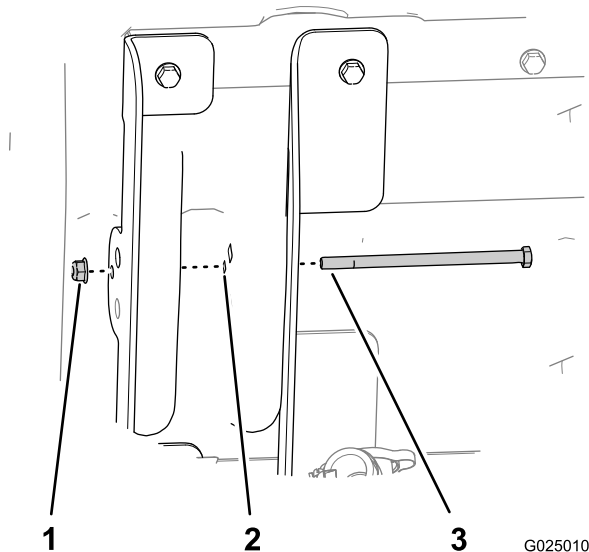

図 5
- 図 5に示すように、六角ヘッドボルト（5/16 x 5-1/2 インチ）を、8 mm の穴（内側昇降ブラケット（長いフランジ）、荷台、外側昇降ブラケット（短いフランジ））に通す。
- フランジナット（5/16 インチ）でボルトを手締めする（図 5）。
11. ボルト ((5/16 インチ)) をとめているフランジナットを軽く締める (図 5)。